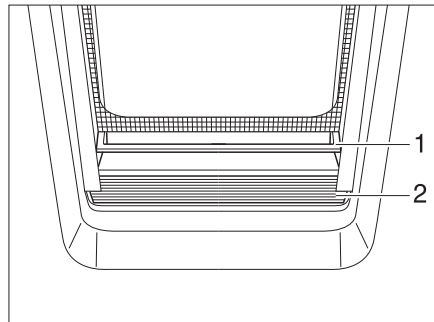

Fig. 48 Dispositif occultant plissé
- Saisir le dispositif occultant plissé (Fig. 48,2) au centre du rebord de saisie (Fig. 48,1), tirer de bas en haut et relâcher à la hauteur désirée. Le dispositif occultant plissé reste alors à cette hauteur.